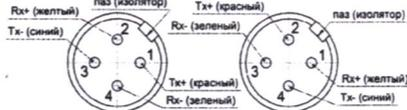

Рисунок 7
- 3.1 Выбрать схему монтажа в зависимости от стороны кабеля (рисунок 7).